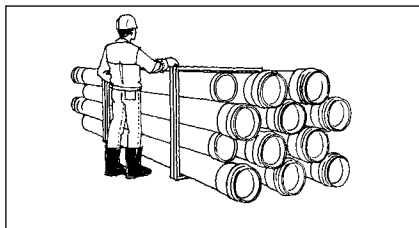

Рис. 6.
1. Трубы следует перевозить и как можно дольше хранить в связках завода изготовителя (Рис. 6).